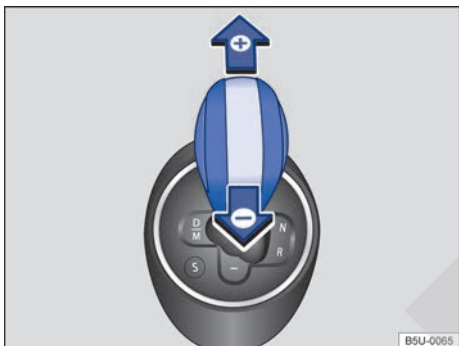

Fig. 104 Palanca selectora en la posición para conducción de marcha en modo manual.
- Mover la palanca selectora hacia adelante (+) o hacia atrás (-) para colocar las marchas altas o bajas ⇒ fig. 104.